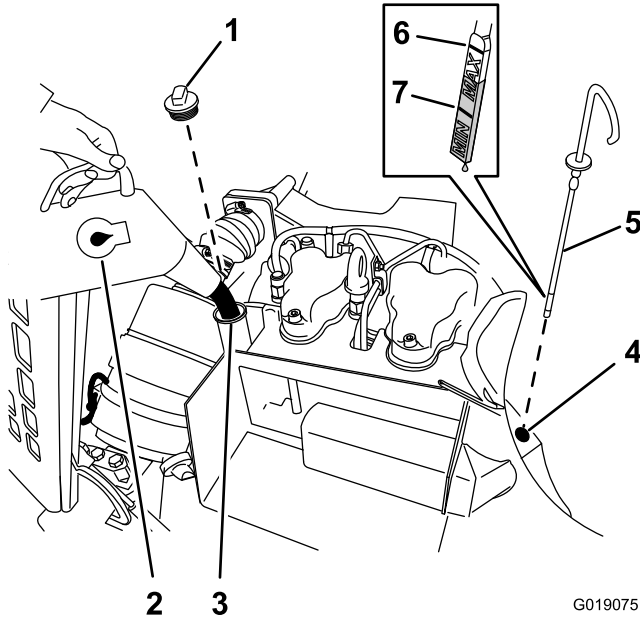

Figura 60
2. Vierta lentamente aproximadamente 0.76 l (0.8 cuartos de galón) del aceite especificado por el cuello de llenado (Figura 60).
- E. Si el nivel de aceite está por debajo de la marca Mínimo de la varilla, vierta lentamente suficiente aceite por el tubo de llenado de aceite para elevar el nivel de aceite hasta un punto entre los niveles mínimo y máximo (Figura 60).
- F. Instale el tapón de llenado de aceite en el cuello de llenado (Figura 60).